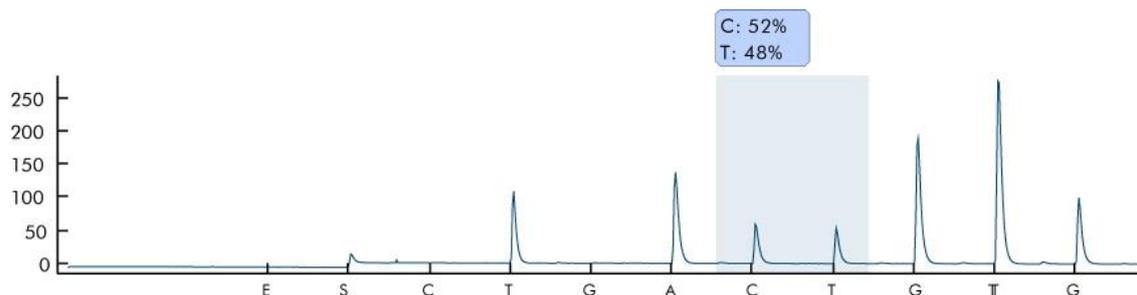

Figura 3. Pirograma de la serie analítica 1.
30. Abra la serie analítica en el software PyroMark Q24 MDx y analice todos los pocillos. El patrón de picos de la serie analítica 1 debería tener un aspecto similar al mostrado en la figura 3.